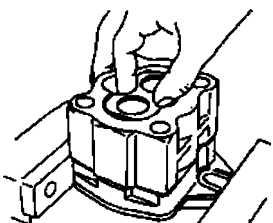

图 3-40 安装泵前端盖衬板
2) 在泵前端盖沟槽部位装上衬板，不要将吸油口与排油口混淆，如图 3-40 所示。